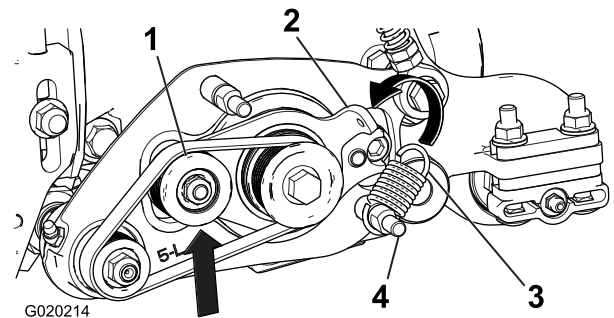

図 13
29. アイドラスプリングラーをグルーマプレートの溝に引っ掛けて取り付け、アイドラプーリを押し上げて、スプリングの他方の端部をアイドラプレートタブの穴に引っ掛ける（図 13）。スプリングのフックの開いている側が駆動プーリを向くように取り付けること。